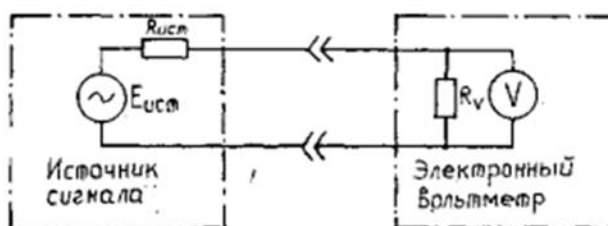

Рис. 3. Схема измерения
**Задание 3.** Определить ЭДС источника ( $E_{ист}$ ), абсолютную и относительную погрешности измерения напряжения, выполненного согласно схеме рис. 3. Исходные данные к решению задачи 2 приведены в таблицах.